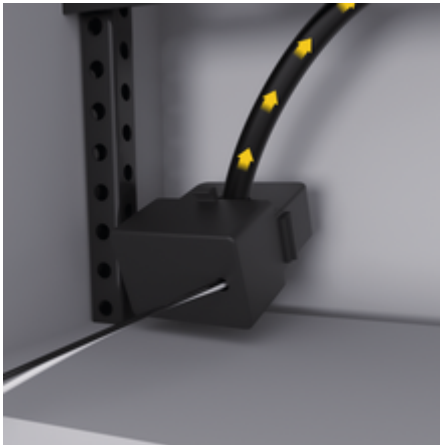

Fig. 70: Ejemplo de montaje del transformador de corriente
- ▶ Insertar el cable de instalación en el transformador de corriente y cierre la tapa del transformador de corriente ((Fig. 70), flecha amarilla).